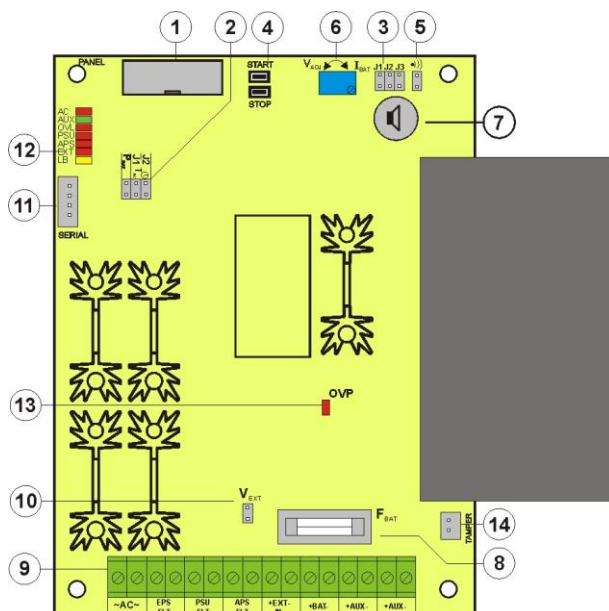

Abb. 2. Ansicht der PCB Platte des Netzteils.
Tabelle 1. Elemente der pcb -Platte des Netzgeräts (Abb. 2).
①	Separationstrafo
②	Patte des Netzgeräts(siehe Tab. 1, Abb. 2)
③	TAMPER ; Mikroschalter (Kontakte) des Antisabotageschutzes (NC)
④	F_{MAINS} Sicherung im Kreis der Speisung (230V/AC)
⑤	L-N Klemme der Speisung 230V/AC,  Schutzklemme PE
⑥	Steckverbinder des Akkus; positiv: +BAT = rot, negativ: - BAT = schwarz
⑦	Griff des Antisabotagetampers